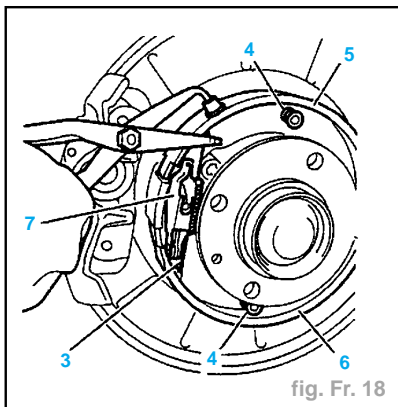

fig. Fr. 18
- Déposer (fig. Fr. 18) :
- le ressort (3) à l'aide d'une pince spéciale.
- les ressorts (4) de maintien des segments (5) et (6).
- le mécanisme (7) d'écartement des segments (5) et (6).